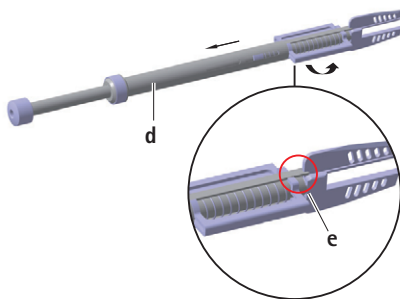

Fig. 3
- Poziționați ghidajul **e** pe cușca **d** în puntea dălții, vezi Fig. 3.